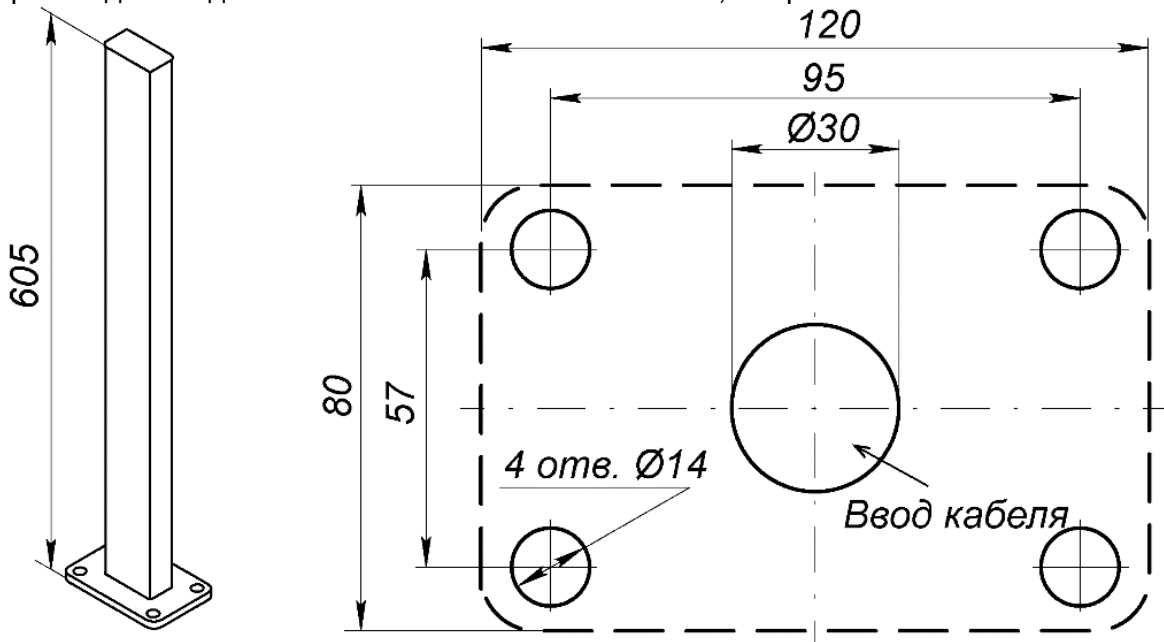

Рисунок 20. Внешний вид и схема разметки отверстий для установки стойки для фотоэлемента безопасности **PERCo-GDS1**
Фотоэлемент безопасности может устанавливаться на стойке **PERCo-GDS1** (входит в дополнительный комплект поставки) (см. рис. 20).
2. Выполните в установочной поверхности отверстия под гильзы анкеров в соответствии со схемой разметки (см. рис. 20), а также штробы для проводов питания и соединения при необходимости. Размер отверстий на схеме указан для анкеров типа PFG IH8 («SORMAT»), при использовании других типов анкеров необходимо выполнять отверстия соответствующих им диаметра и глубины.